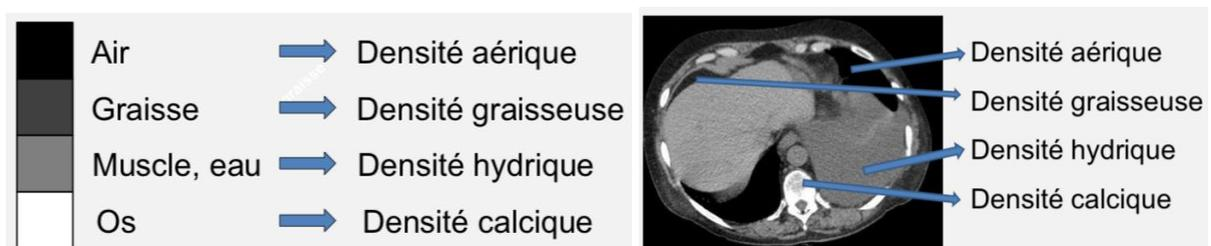

Figure 2. Image tiré du cours de Zoni F. (Premier contact, 2016)
Au scanner, l'atténuation du rayon X est mesurée par l'échelle des Unités Hounsfield (UH) selon les densités traversées par le rayon. On distingue principalement quatre densités dans le corps humain: l'air, la graisse, l'eau et l'os. Cette échelle (Cf. Figure 2) classe les éléments composants le corps humain par rapport à un élément de référence auquel on aura attribué une valeur égale à 0 : l'eau. (Air: -1000 UH < Graisse: -100 UH < Eau: 0 UH < Os: +1000 UH; les tissus mous se situant à une densité entre l'eau et l'os, environ 10-100 UH) (Dillenseger, 2016, pp.126-128).